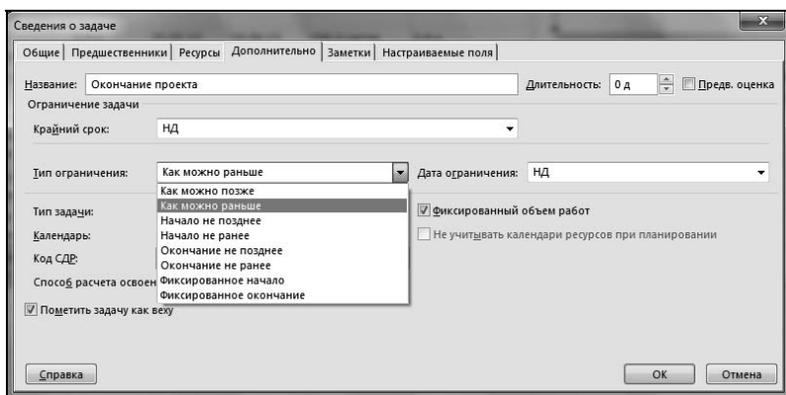

Рис. 5.17. Выбор типа временного ограничения для задачи
4. В области **Ограничение задачи** в раскрывающемся списке **Тип ограничения** выбрать тип временного ограничения. В рассматриваемом проекте-примере для задачи 8 рекомендуется выбрать тип ограничения **Окончание не позднее** в соответствии с требованиями заказчика (рис. 5.17).